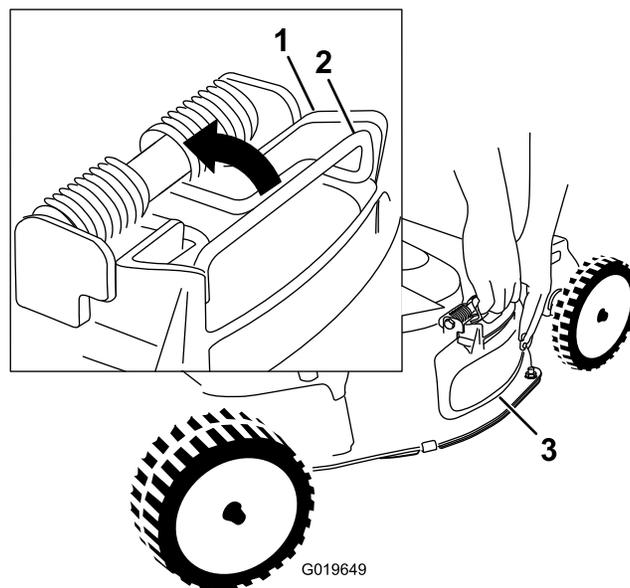

Figura 26
4. Retire el deflector de descarga lateral tirando hacia arriba del muelle que sujeta el deflector en su sitio y retirando el deflector (Figura 26).